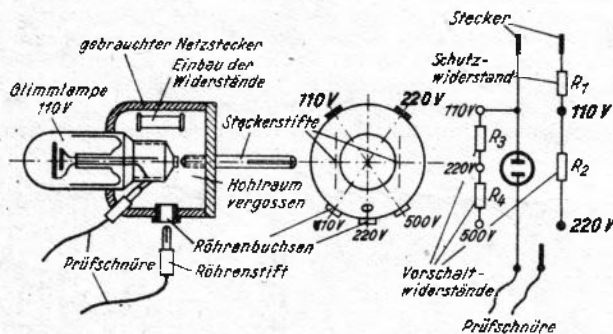

Bild 1. Prüfglimmlampe und Schaltung
**Aufbau:** Die Glimmlampe wird in die Kabeleinführung des Netzsteckers eingepaßt und dessen Wandung mit den Gewindelöchern für die Umsteckbuchsen und der Bohrung für die feste Prüfschnur versehen. Nachdem die Schaltung nach Bild 1 im Innern des Steckers ausgeführt ist, kann der Hohlraum mit Vergußmasse ausgefüllt werden. Der Röhrenstift wird an der zweiten Prüfschnur verlötet und die Spannung an den Umsteckbuchsen vermerkt. Werte der Vorschaltwiderstände durch Versuch ermitteln!